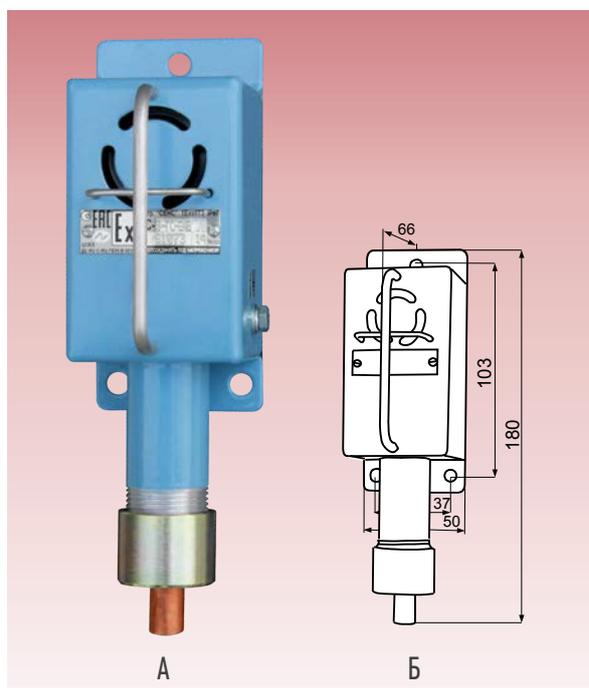

Рис. 1. Сигнализатор ВС-3-ГС (ВС-6-ГС): А - внешний вид, Б - габаритные и установочные размеры.
Устройство: Корпус сигнализаторов выполнен из алюминиевого сплава, имеет гальваническое антикоррозионное и защитное лакокрасочное покрытие. Полость корпуса заполнена эпоксидным компаундом. На лицевой панели корпуса расположен звуковой пьезоизлучатель (рис. 1). Соединение сигнализаторов осуществляется по двум проводам (рис. 2).
4) Наличие устройства крепления защитной оболочки кабеля - по умолчанию УКМ-10 (крепление металлорукава, диаметром 10 мм) - показан на фотографии рис. 1. По заказу: «ВС-3-ГС-...-УКМ-12» (крепление металлорукава, диаметром 12 мм); «ВС-3-ГС-...-УКБК-15» (крепление бронированного кабеля, диаметром по броне до 15 мм); «ВС-3-...-УК-16» (крепление металлорукава, бронированного кабеля, наружным диаметром до 16 мм).